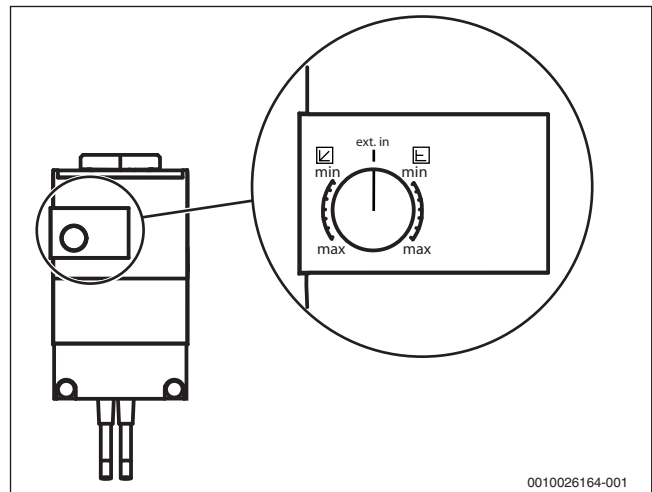

Bild 15 Einstellungen an der primären Heizkreispumpe
- Die primäre Heizkreispumpe ist werkseitig auf den Wert **ext. in** eingestellt (→ Bild 15). Diese Einstellung darf nicht verändert werden. Die Pumpensteuerung erfolgt über das Regelgerät HMC10-1.